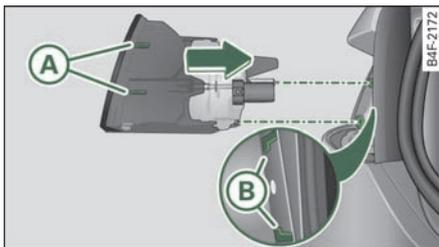

图 272 安装尾灯
- 将尾灯放入尾灯支架内 => 图 272。请注意，导向片Ⓐ应在导板Ⓑ中。